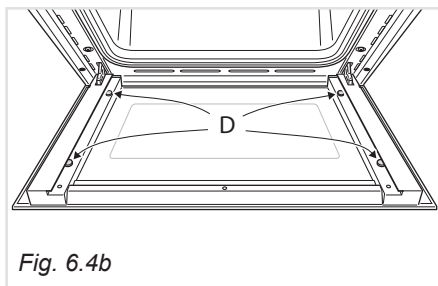

Fig. 6.4b
- Verificare che i 4 distanziatori "D" siano nella loro posizione (fig. 6.4b).